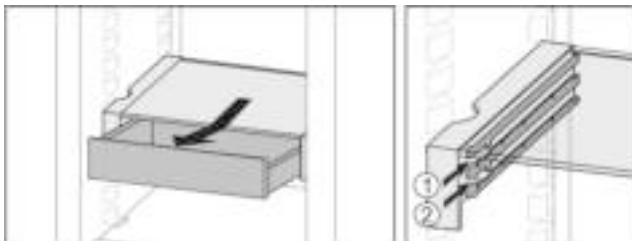

Fig. 21
- ▶ Op een willekeurige hoogte *Fig. 21 (1)* of *Fig. 21 (2)* erin schuiven.